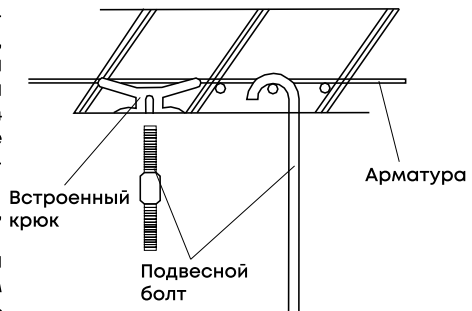

Рис. 49.
- Закрепите подвесные болты к основанию, как показано на рис. 49.